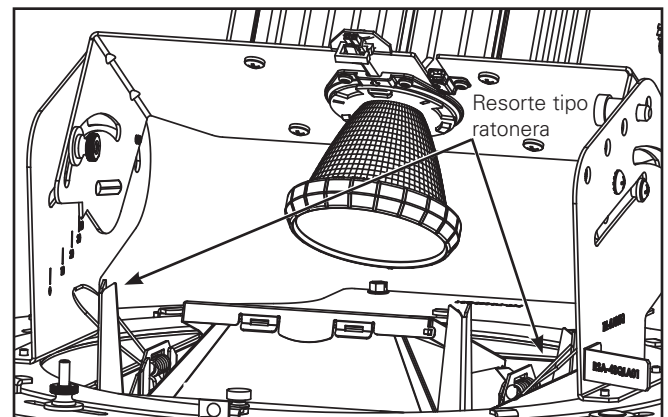

Figura 12.
2. Instale la unidad de la moldura insertando los resortes tipo ratonera en la apertura cuadrada dentro del cuello (Figura 12).